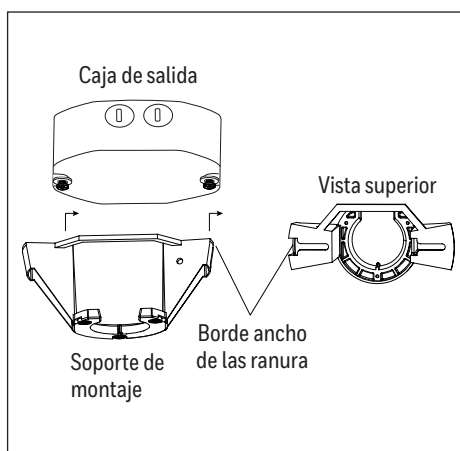

Figura 2.2
2. Si es necesario, preensamble los tornillos y las arandelas incluidos con la caja de salida (se vende por separado). Luego, levante el borde ancho de las ranuras por encima de las cabezas de los tornillos y deslice el soporte de montaje hacia la derecha hasta que las cabezas de los tornillos queden completamente encajadas en las ranuras. Apriete los tornillos para fijar el soporte de montaje a la caja de conexiones (Figura 2.2).